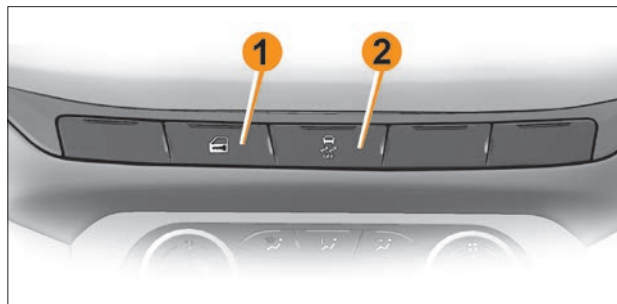

Рис. 3. Блок выключателей на панели приборов
– *Центральная блокировка замков дверей.* Для блокировки замков всех дверей из салона нажмите кнопку  на панели приборов, индикатор на кнопке **1** (рис. 3) загорится на некоторое время, затем погаснет. Если при нажатии кнопки  капот, багажник или одна из дверей были открыты, то двери обратно разблокируются. Закройте двери, капот, багажник, нажмите кнопку блокировки , все двери заблокируются.
При заведенном двигателе нажмите кнопку центрального замка  на панели приборов **1** (рис. 3) и удерживайте ее в течение пяти секунд. Сразу после нажатия кнопки загорится светодиод, двери заблокируются. Заглушите двигатель. Функция активирована.
При заведенном двигателе нажмите кнопку центрального замка  на панели приборов **1** (рис. 3) и удерживайте ее в течение пяти секунд. Функция отключена.